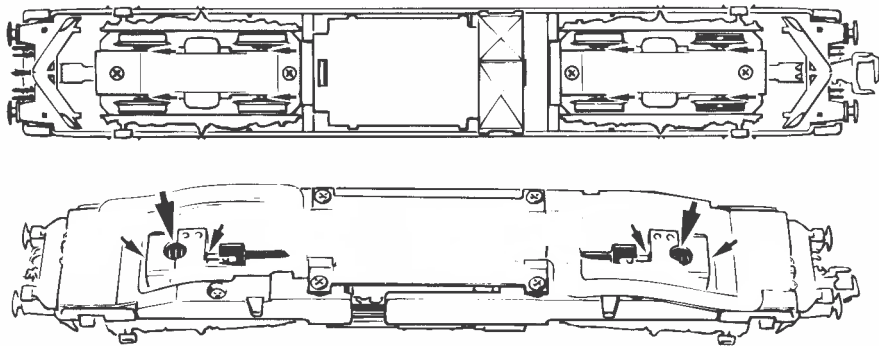

Fig. 8
4. Motorwechsel: Lokgehäuse abnehmen (Fig. 3). Danach wird der Motor ausgebaut und ausgewechselt (Fig. 8).
4. Motor Changing: First remove loco body (fig. 3), and then the motor (fig. 8).
4. Remplacement du moteur: Démontez la caisse (fig. 3). Démontez ensuite le moteur (fig. 8).